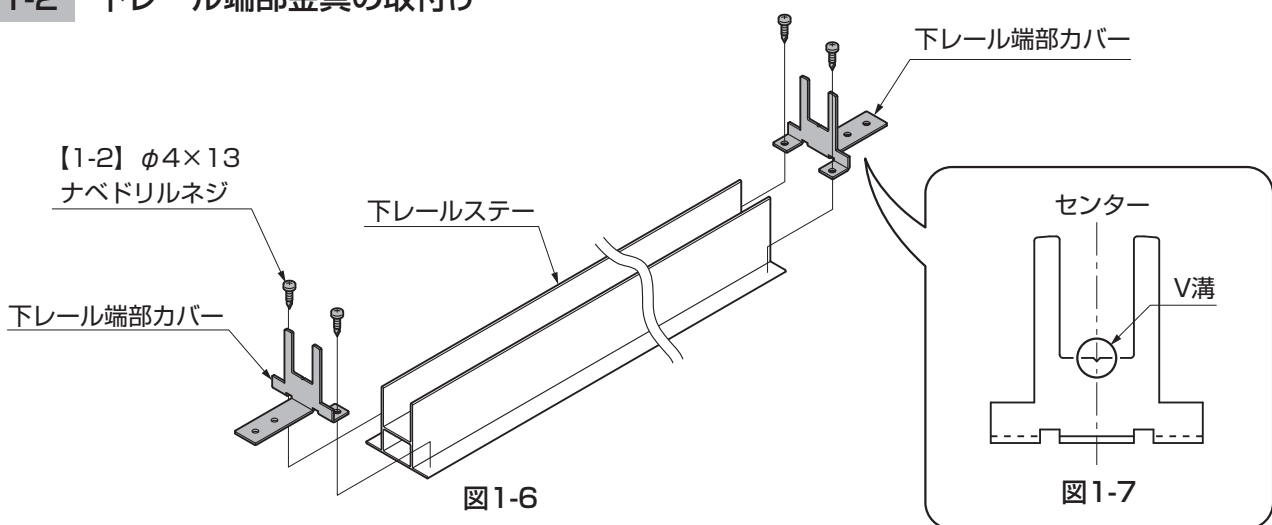

図1-6
- ① 下レール端部カバーを下レールステアの両端に【1-2】で取付けてください。(図1-6参照)